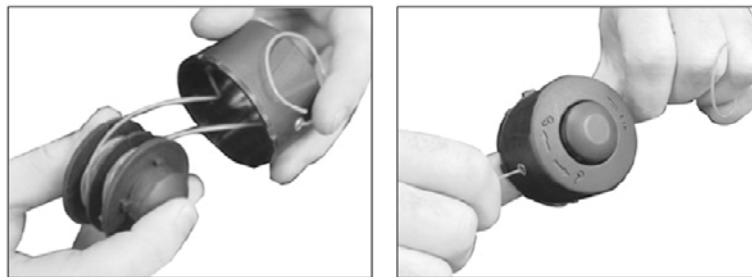

Fig. 8
1. Trä den nya spolens trådändar genom hålen i spolkåpan (fig. 8).